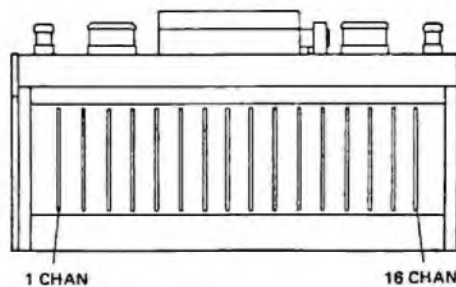

Fig. 6.4
6.4 RECORD/REPRODUCE PCB (Fig. 6.4)